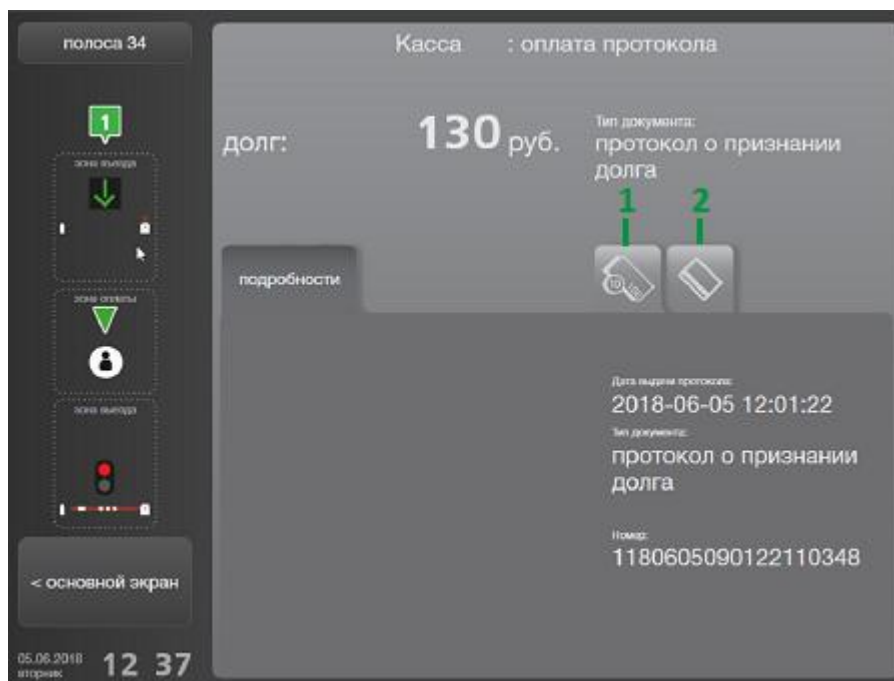

Рисунок 164. Сведения о долговой расписке
- 3) В случае успешного выполнения проверки штрих-кода отображается окно оплаты долговой расписки (рис. 164), в котором отображается дата выдачи расписки и номер долговой расписки.
Шаг 6. В окне оплаты долговой расписки (рис. 164) переключиться на вкладку, соответствующую способу оплаты: наличными (рис. 164, поз. 1) или банковской картой (рис. 164, поз. 2).